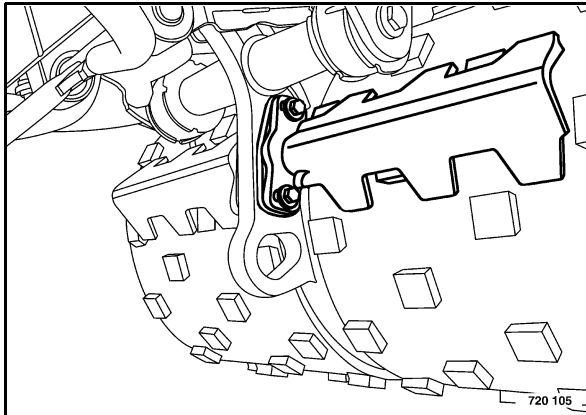

Рис. 140
- Ослабить крепежные винты (Рис. 140) по обеим сторонам машины.